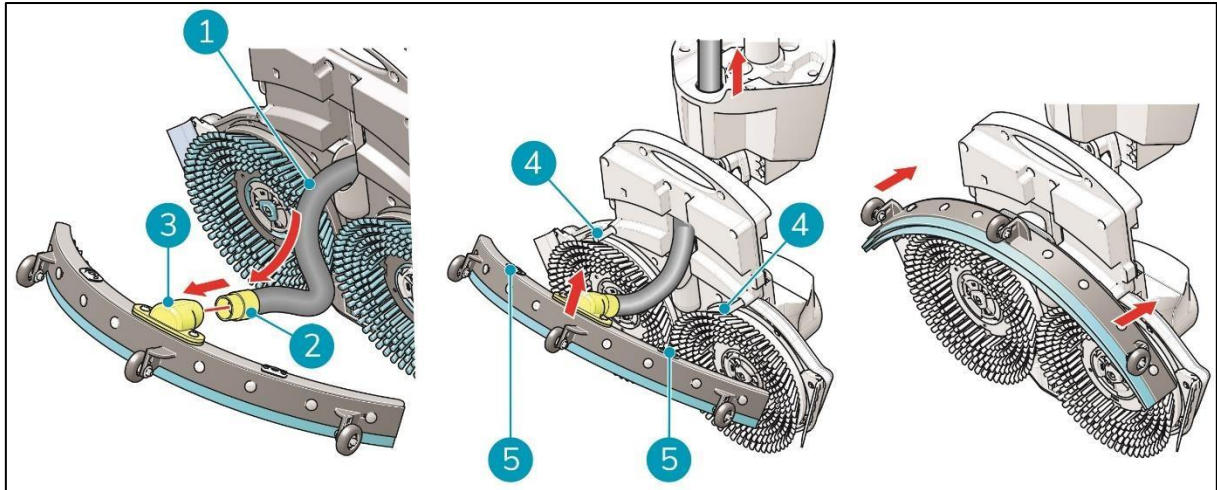

Abbildung 25
1. Nehmen Sie den Unterdruckschlauch (Abbildung 25, Pos. 1).
2. Stecken Sie den Schlauchanschluss (Abbildung 25, Pos. 2) in die Saugleiste (Abbildung 25, Pos. 3).
3. Drehen Sie den Schlauchanschluss um 1/4 Umdrehung, um einen festen Sitz zu erreichen (Abbildung 25, Pos. 2).
6. Richten Sie die Stifte auf dem Scheuerdeck (Abbildung 25, Pos. 4) mit den Löchern auf der Saugleiste (Abbildung 25, Pos. 5) aus.